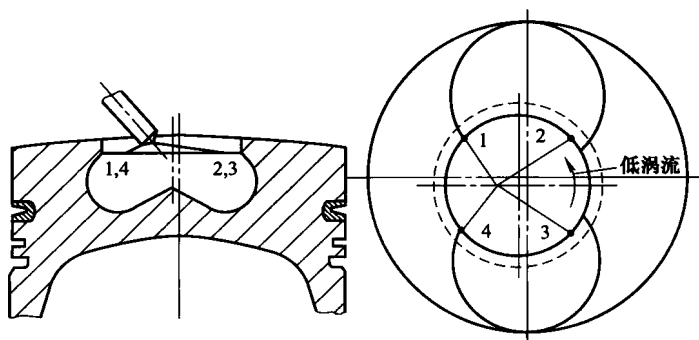

图 1-14 道依茨 FL513 柴油机的 ω 燃烧室
② 道依茨柴油机燃烧的“Z”过程 道依茨“Z”过程采用 ω 型燃烧室（如图 1-14 所示）。燃油通过 4 孔喷油嘴以较高的压力直接喷入燃烧室内空间。油气混合物的形成依靠空气沿缸套轴向旋转（涡流比 1.7 ± 0.2 ）和燃烧室自身的“挤压湍流”形成。